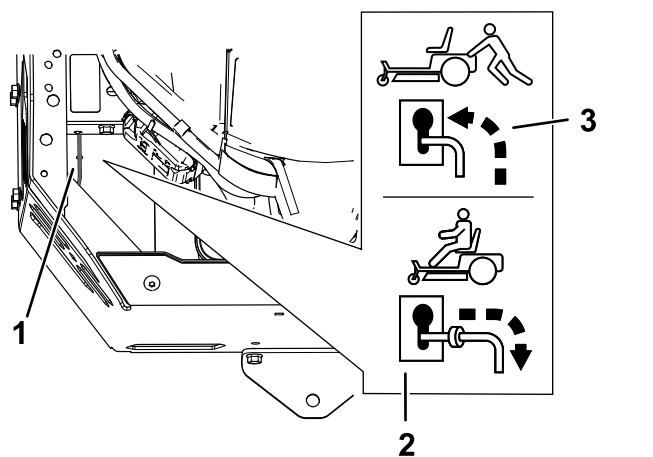

Figure 30
4. Déplacez les leviers de dérivation en avant dans la fente, puis vers le bas pour les verrouiller en position (Figure 30).
Déplacez les leviers de dérivation en arrière dans l'encoche en trou de serrure, puis vers le bas pour les verrouiller en position, comme montré à la Figure 30.